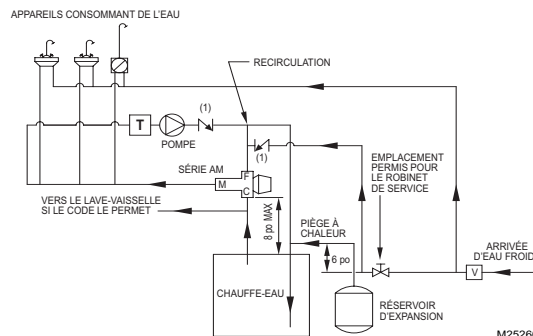

Fig. 1. Application ASSE 1017 de la vanne AM-1.
Ces vannes de série AM-1 peuvent être installées dans n'importe quelle position qui convient à l'usage prévu. Dans le cas d'installation pour eau chaude domestique, la vanne doit être installée comme l'illustre la Fig. 1. Il ne doit y avoir aucun robinet d'arrêt entre la canalisation d'eau froide et le raccord de la canalisation d'eau froide de la vanne AM-1. Les clapets antiretour doivent être installés selon les indications. Il peut y avoir un robinet de service sur la canalisation d'eau froide, selon les indications, entre la canalisation de distribution d'eau froide et le système de distribution et entre la canalisation d'eau froide qui alimente à la fois le chauffe-eau et la vanne AM-1.
2. Transpercer le cercle au centre de la plaque signalétique au moyen d'un tournevis et dévisser la vis à tête fendue. Retirer le volant (Fig. 1).
3. Pour limiter la gamme haute température à un seuil maximal fixe (plus bas que les pos. 1 à 4) : Placer la flèche du volant le plus près possible à gauche du support à fente en L (en face de la flèche).